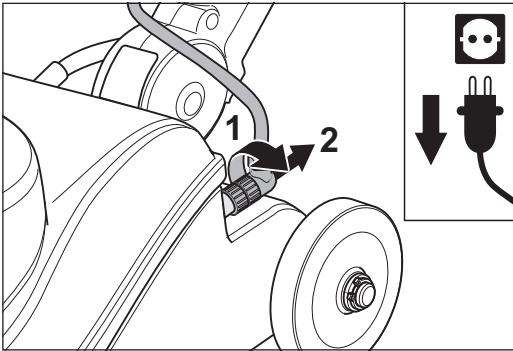

Abb. 38 Den Kabelstecker des Stielrohrs vom Maschinengehäuse abziehen.
- 4 Drehen Sie den Gewinding am Kabelstecker gegen den Uhrzeigersinn (Abb. 38, 1) und ziehen Sie den Stecker ab (Abb. 38, 2).